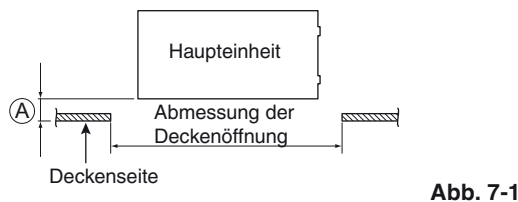

Abb. 7-1
- Die Deckenverkleidung niemals mit der Vorderseite nach unten hinlegen. Die Verkleidung entweder senkrecht aufhängen oder auf einem vorstehenden Objekt ablegen. Beim Ablegen auf der Vorderseite hat dies eine Beschädigung der Verkleidung zur Folge. (Abb. 7-1)
Ⓐ muss innerhalb des Bereichs von 13 – 18 mm liegen. (Abb. 7-1)